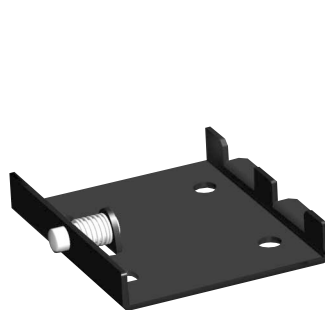

Fig. 10
1. Placez et montez le support de montage (Fig. 10) au moyen des vis et des fixations prévus pour cet emplacement et ce matériel.